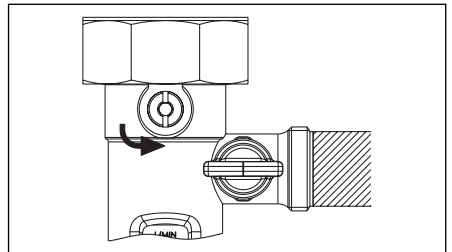

Abb. 6.20 Position Stellschraube
- Öffnen Sie den oberen Kugelhahn an der Durchflussmess- und Einstellvorrichtung, indem Sie die Stellschraube in die senkrechte Position drehen (Abb. 6.20).